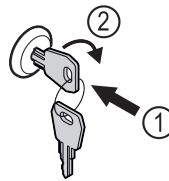

Fig. 58 Beispielhafte Darstellung
- ▶ Schlüssel hineindrücken Fig. 58 (1).
- ▶ Schlüssel um 90° im Uhrzeigersinn drehen Fig. 58 (2).